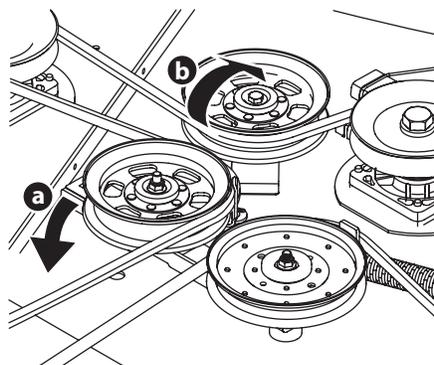

Figure 4-12
- b. Placez-vous à côté de l'appareil de façon à faire pivoter le support de la poulie de tension et la poulie de tension vers l'arrière jusqu'à ce que vous puissiez soulever la courroie en « V » (a) par-dessus la poulie de tension (b). Voir Figure 4-12.